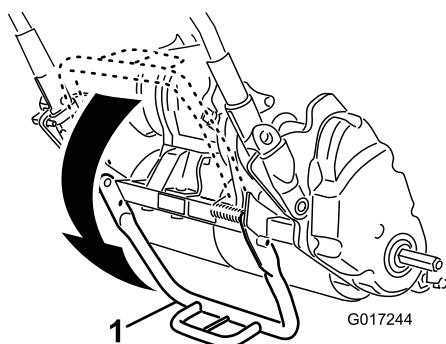

Figure 18
1. Avec le pied, appuyez au centre de la béquille pour l'abaisser et tirez sur le support de la poignée inférieure pour faire pivoter la béquille et la basculer en avant (Figure 18).